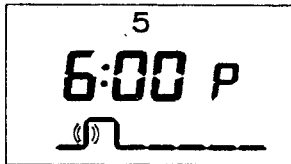

Fig. 5.7
**Programmerings-tast**  (7) trykkes ind og displayet viser nu den aktuelle ugedags program (fig. 5.7). Derefter bliver en blinkende bjælke vist, der viser start på den første varmeperiode.